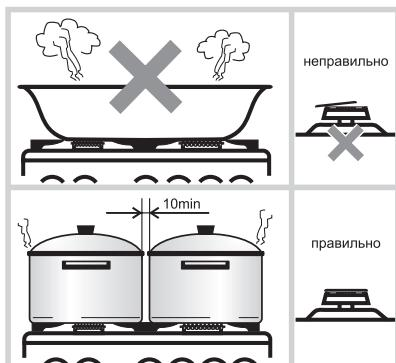

Рис.22
- Запрещается устанавливать на решетки какие-либо дополнительные рассекатели пламени и пользоваться горелками со смещеными крышечками (рис.22). Это приведет к неполному сгоранию газа, а также может привести к разрушению стеклянной варочной панели или необратимому ухудшению внешнего вида варочной панели из нержавеющей стали.